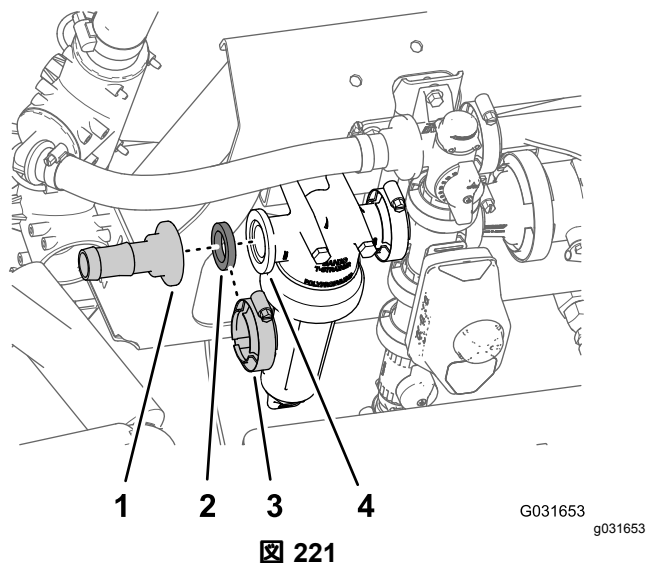

図 221
3. バープ付きストレートフィッティングとガスケットをフィルタヘッドのフランジに固定しているフランジクランプを外して、フィッティングを外す 図 221。